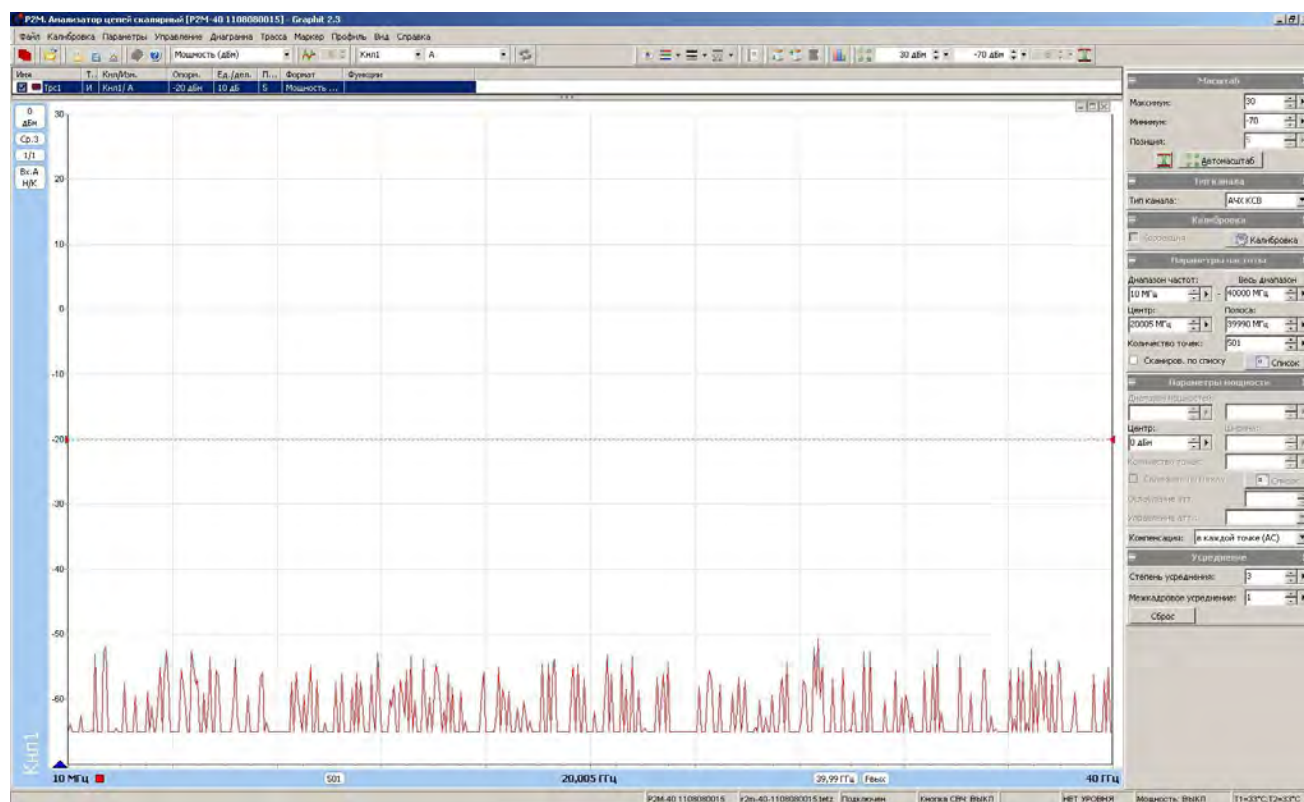

Рисунок 4 – Вид окна ПО с результатом измерений мощности при выключенной кнопке «СВЧ»
7.2.11 Отжать кнопку «СВЧ» на Р2М-40 для отключения генерации колебаний. Проверить, что при отключенной кнопке «СВЧ» индикаторы «Уровень» и «Мощность» не светятся и отсутствует мощность на выходе СВЧ блока генераторно-измерительного по результатам измерений с помощью головки детекторной (рисунок 4). Для отображения результата следует произвести автомасштаб. Нажать кнопку «СВЧ».